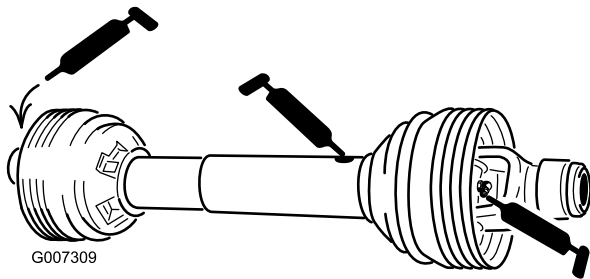

Figura 30
Árbol de la toma de fuerza (3) (Figura 30)